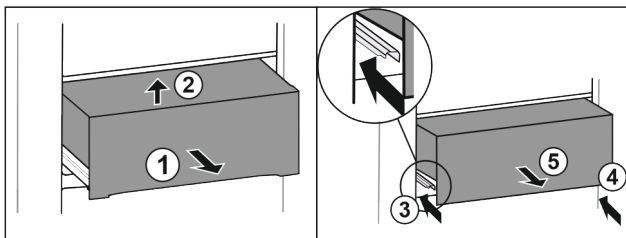

Fig. 30 *
- ▶ Sortir le tiroir à mi-chemin Fig. 30 (1)*
- ▶ Le soulever à l'avant Fig. 30 (2)*
- ▶ Rentrer le rail de gauche Fig. 30 (3)*
- ▶ Rentrer le rail de droite Fig. 30 (4)*
- ▶ Retirer le tiroir par l'avant Fig. 30 (5)*